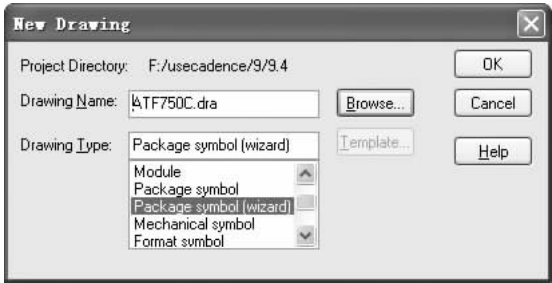

图 9-43 “New Drawing”对话框
2) 选择菜单栏中的“File（文件）”→“New（新建）”命令，弹出的“New Drawing（新建图样）”对话框，如图9-43所示。在“Drawing Name”文本框内输入“ATF750C.dra”，在“Drawing Type”下拉列表中选择“Package symbol (wizard)”选项，单击 **Browse...** 按钮，设置存储的路径。